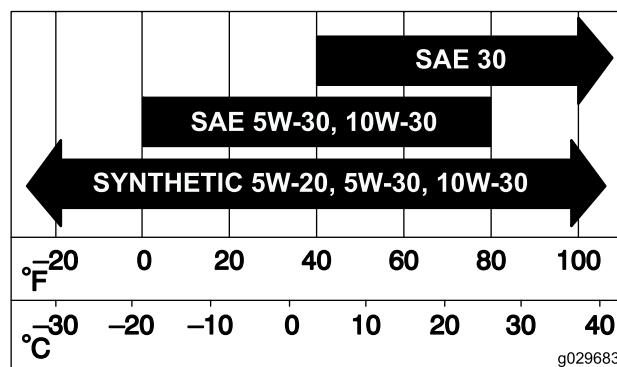

Figura 39
2. Deslize cuidadosamente o filtro para a caixa do filtro (Figura 39).
3. Coloque a cobertura do filtro de ar e fixe-a com os trincos (Figura 39).